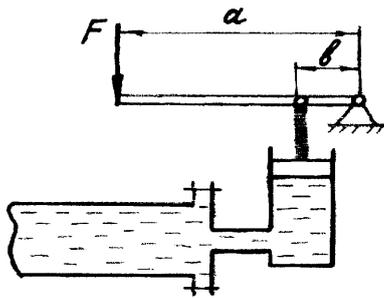

Рис. 1
6. С помощью ручного пресса трубопровод опрессовывается на давление 2 МПа. Чему будет равно усилие на рукоятке пресса в последний момент опрессовки, если диаметр поршня 35 мм, а соотношение плеч рычажного механизма $a:b - 6?$ (рис. 1).